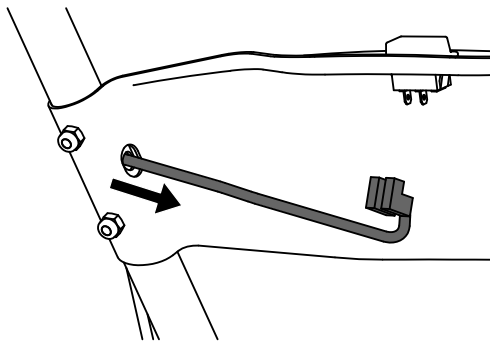

Figura 11
2. Instale el panel de instrumentos central. Enrute el cable del interruptor del motor a través del orificio del lado izquierdo del panel, como se muestra en la Figura 11.